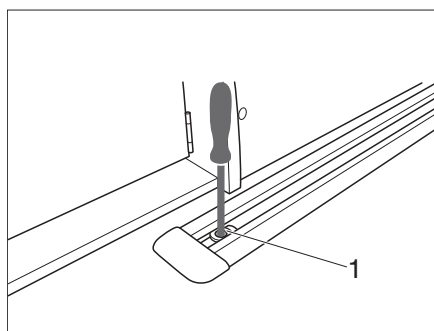

Fig. 25 Spostamento del tassello scorrevole
- Allentare la vite nel tassello scorrevole (Fig. 25,1) con una chiave Torx.
- Spostare il tassello scorrevole (Fig. 25,1) nella posizione desiderata e fissare nuovamente la vite nel tassello.